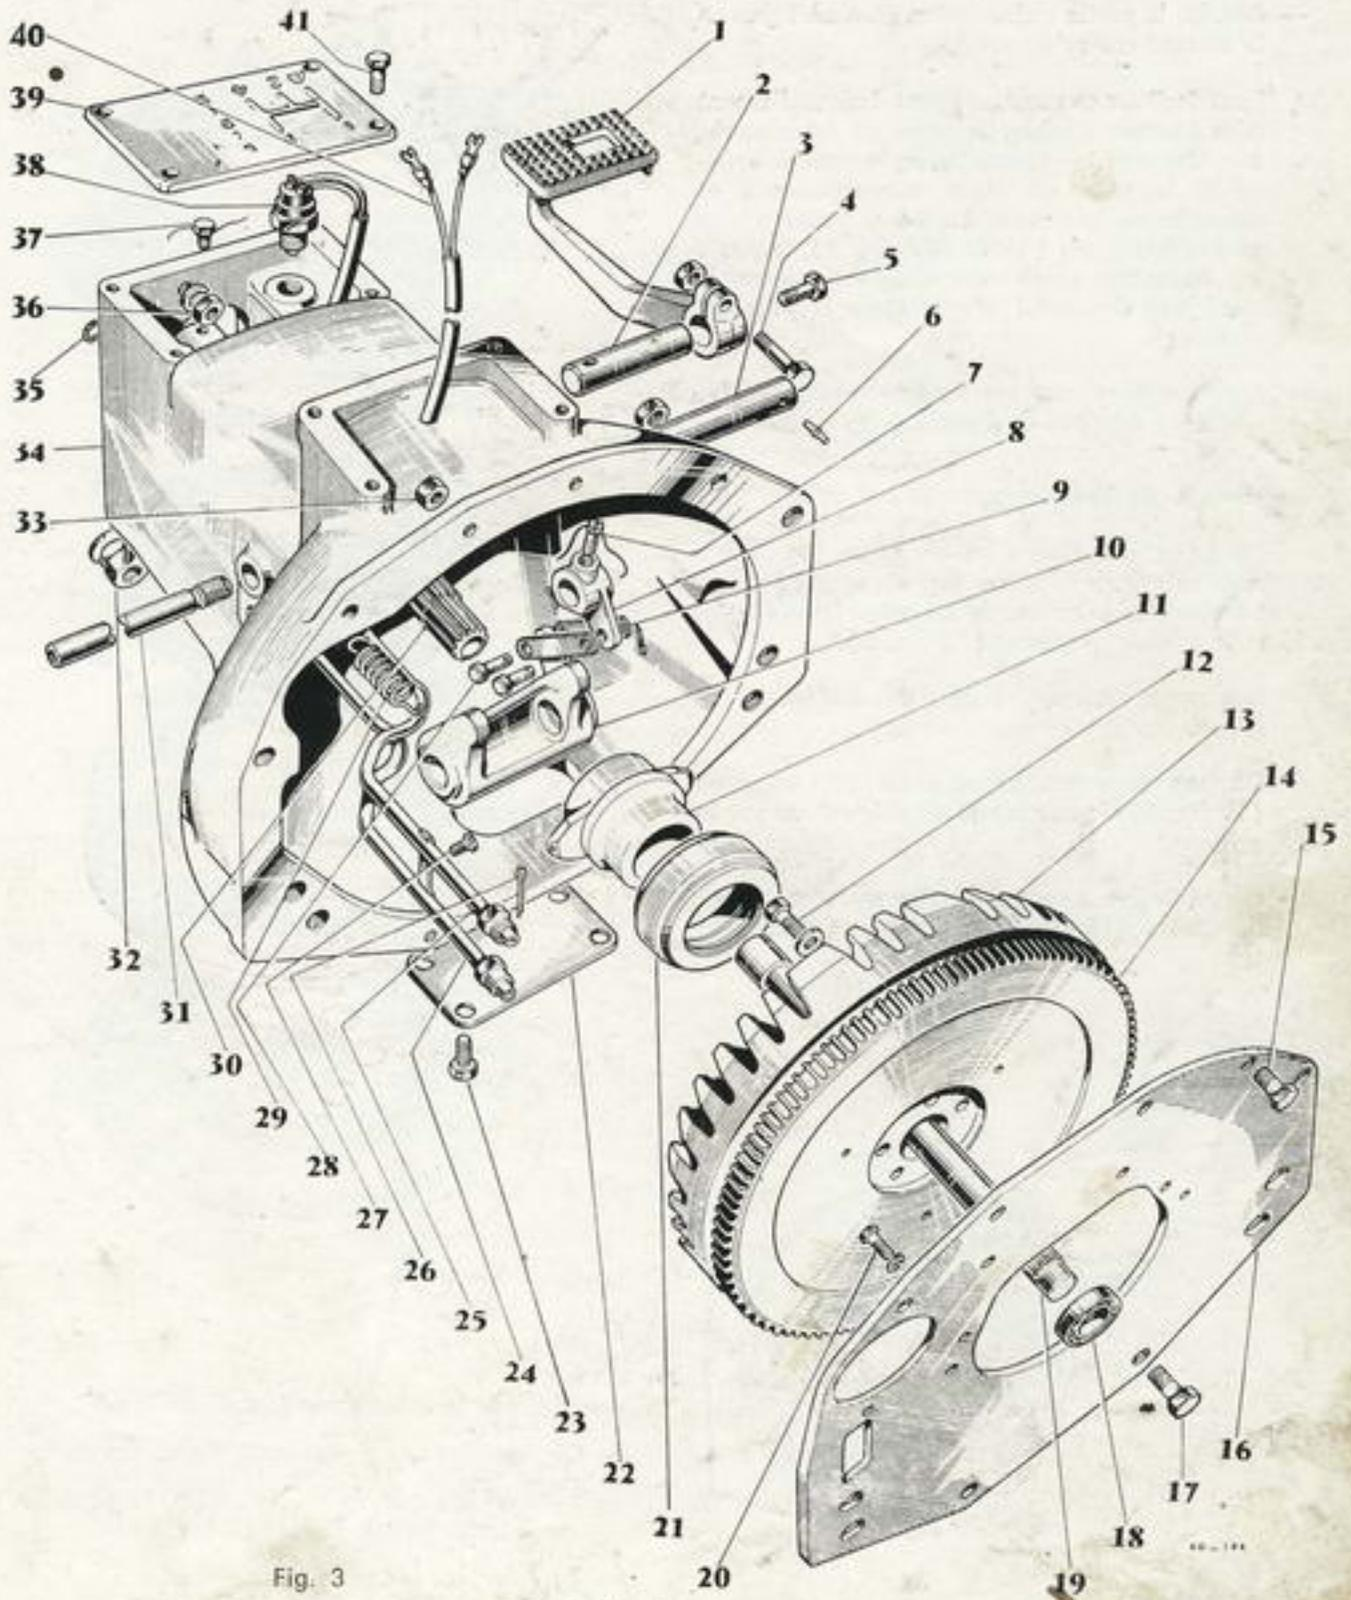

Fig. 3
- Démontez les 2 écrous d'assemblage (33, fig. 3) à la partie supérieure du carter d'embrayage.
Pour faciliter ce recul, on peut éventuellement faire tourner l'arbre de prise de force après avoir engagé la gamme basse, la marche arrière et la prise de force proportionnelle et désaccouplé le manchon d'arbre d'embrayage retenu par la vis freinée (37, fig. 3), laquelle est accessible après avoir enlevé le couvercle supérieur du carter d'embrayage (grille de vitesses).
Si la timonerie d'embrayage et la butée sont à démonter, ne pas omettre de garnir de graisse consistante les axes et douilles d'articulation, la cavité de fourchette d'embrayage, les doigts de cette fourchette et le chambrage intérieur du coulisseau de butée (11 fig. 3)
Vérifier la fixation des 2 tuyauteries d'huile à l'intérieur du carter d'embrayage (vis 27 fig. 3).
Pour le réaccouplement de la partie arrière du tracteur, inverser les opérations de désaccouplement. Veiller à ne pas endommager les deux tuyauteries d'huile à leur passage dans les orifices de la plaque d'adaptation (16 fig. 3) du moteur sur le carter d'embrayage et s'assurer que les plans de joints soient débarrassés de tout corps étranger.